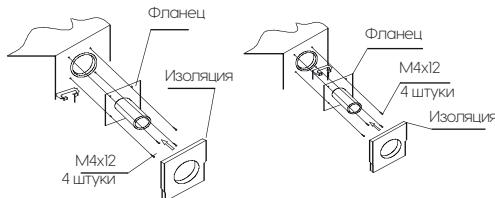

Рис.14
- Закрепите фланец и заизолируйте его (Рис. 14).